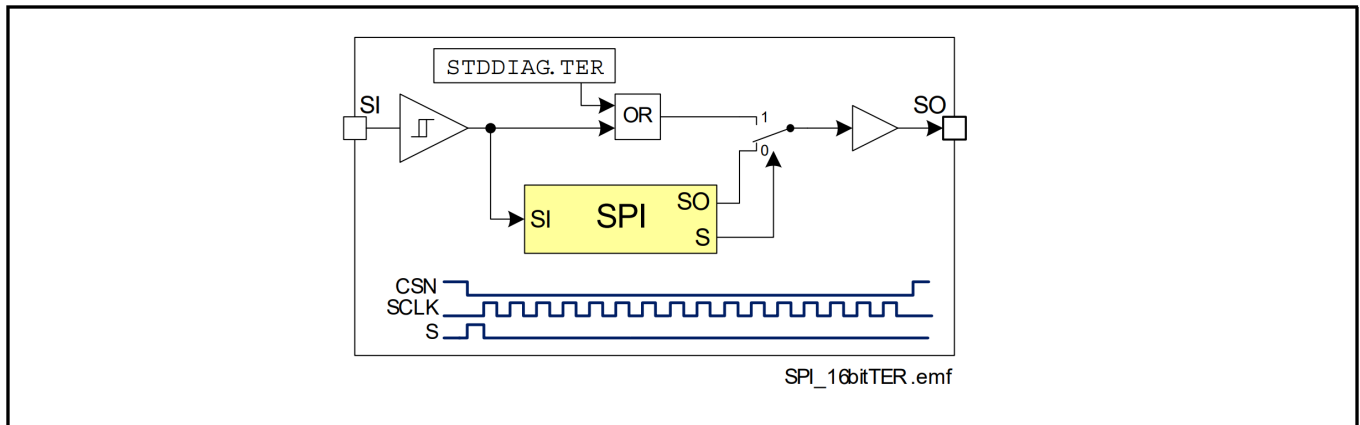

图 36 TER 位 CSN 低电平到高电平转换的组合逻辑
- TER 标志将置位 STD 诊断帧第 10 位。在欠压条件后，该位置位为高电平，通过 SPI 指令复位，进入跛行回家状态或在不正确的 SPI 传输后。根据图 36，TER 标志也可以在 CSN 下降沿和 SCLK 第一个上升沿之间的 SO 线上直接读取。